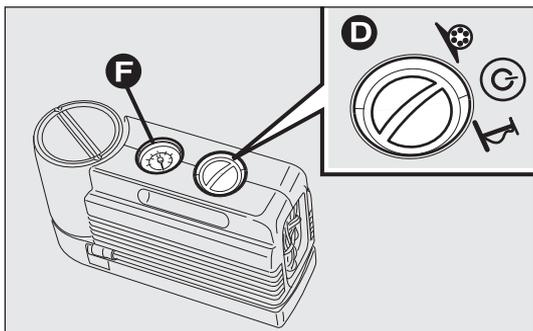
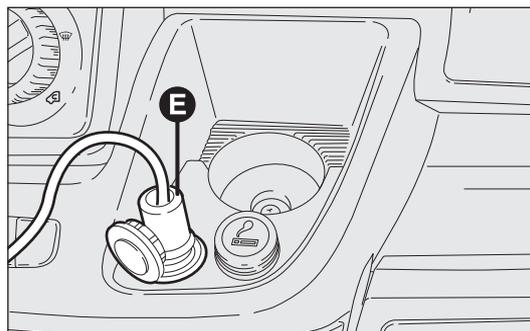

fig. 168
fig. 169
- conecte el enchufe E-fig. 169 a la toma de corriente de 12V más cercana y ponga el motor en marcha. Gire el selector D-fig. 168 hacia la izquierda a la posición de reparación. Accione el kit pulsando el interruptor on/off. Infle el neumático a la presión descrita en el apartado “Presión de inflado” del capítulo “Datos técnicos”;
Para obtener una lectura más precisa, se recomienda verificar el valor de la presión en el manómetro F-fig. 168 con el compresor apagado y sin mover el selector central de la posición de reparación;